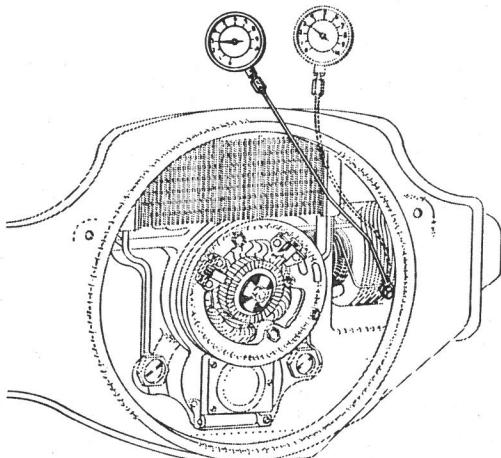
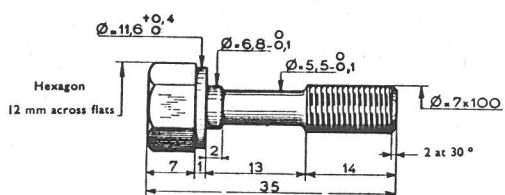

Fig. 6. Manometrets montering på topstykkets olienippel.
Fig. 7. Skitse af specialnipple til forbindelse af manometret ved kontrol af olietryk.
3. Aftag olierørets nippel på venstre topstykke og tilslut et manometer ved hjælp af en specialnippel - fig. 6. Specialniplen kan ikke købes, men fremstilles efter skitsen fig. 7.